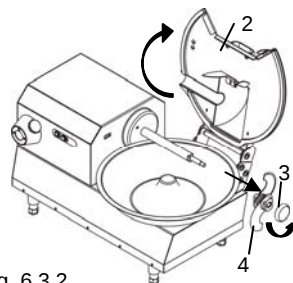

Fig. 6.3.2
- Levantar la tapadera "2" Fig. 6.3.2.
- Desatornillar el pomo de bloqueo del cubo portacuchillas "3" Fig. 6.3.2.
- Quitar el cubo portacuchillas "4" Fig. 6.3.2 del eje.
- Levantar la tapadera "2" Fig. 6.3.2 y quitarlo de la sede.